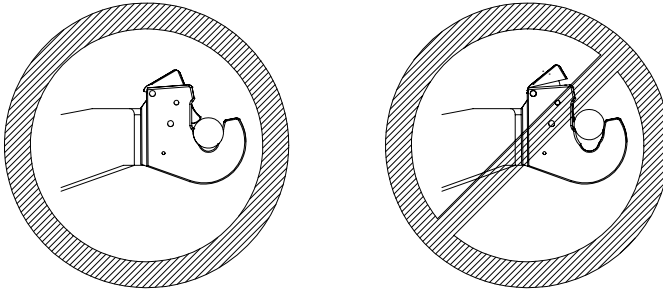

Ilustración 6.9: Bloqueo de las esferas
- Compruebe que las esferas están bien bloqueadas, consulte la ilustración 6.9.